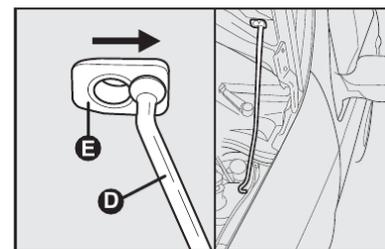

fig. 106
- 4) introduzir a extremidade da vareta **D** na abertura **E** do capô do motor e deslocá-la no sentido da seta **fig. 106**.
- 1) manter levantado o capô com uma mão e, com a outra, tirar a vareta **D-fig. 106** da abertura **E** e repô-la no seu dispositivo de bloqueio;